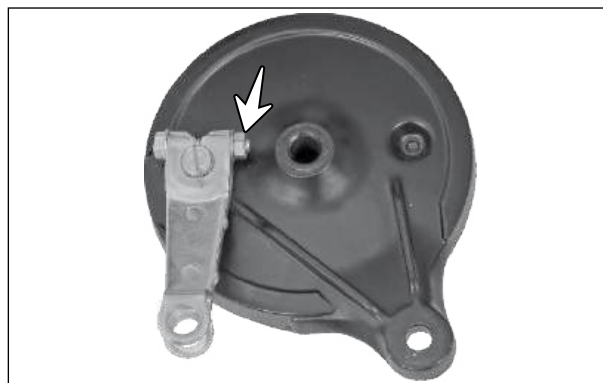

Fig. 6.75
- Remova a porca (M6) e a arruela (seta). (Fig. 6.75)